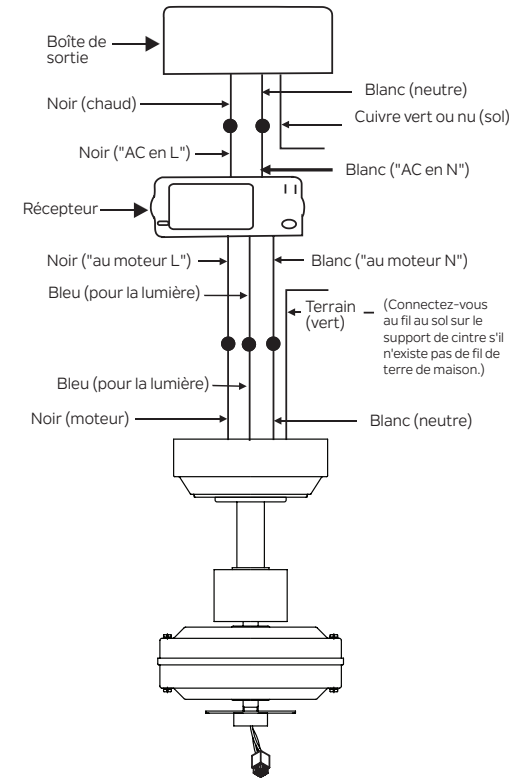

Fig. 14
Étape 2. Connexions électriques de moteur à récepteur : (Fig. 14)
Étape 3. (Fig. 14) Récepteur à la maison Supply Wires Electrical Connections:
Étape 4. (Fig. 14) Si votre boîte de sortie a un fil au sol (cuivre vert ou en cuivre nu) le connecter aux fils de sol de ventilateur ; autrement connectez le fil de sol de support suspendu au support de montage. Fixer la connexion de fil avec un écrou en plastique fourni. Après avoir relié les fils, étalez-les de sorte que les fils verts et blancs sont d'un côté de la boîte de sortie et les fils noirs et bleus sont de l'autre côté. Rangez soigneusement les connexions de fil vers le haut dans la boîte de sortie.